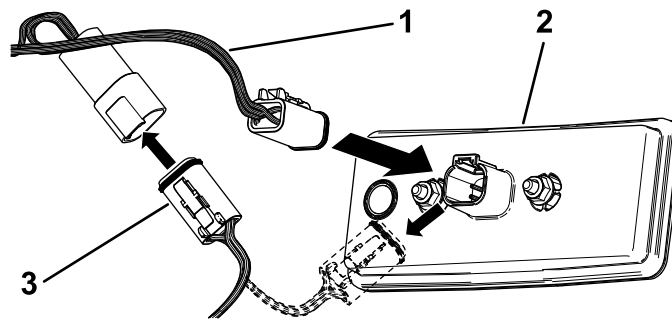

**Figura 2**
- **Workman GTX:** utilizând 4 uruburi hexagonale cu guler ( $5/16 \times 3/4$ " ), montai suportul în partea inferioară a platformei de încărcare (A în Figura 2).
- **Workman MDX:** înlăturai cele 2 uruburi cu guler existente din partea inferioară a platformei de încărcare i utilizezi-le pentru a monta suportul (B în Figura 2).
- **Workman HDX:** înlăturai cele 4 uruburi cu guler existente de pe placa dispozitivului de remorcare i utilizezi-le pentru a monta suportul (C în Figura 2).